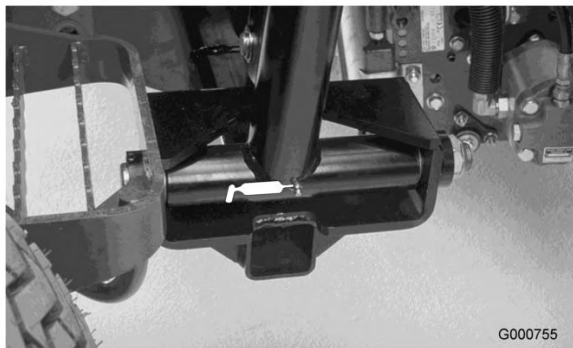

Figure 48
- Pivot de bras de levage (3) (Figure 48)